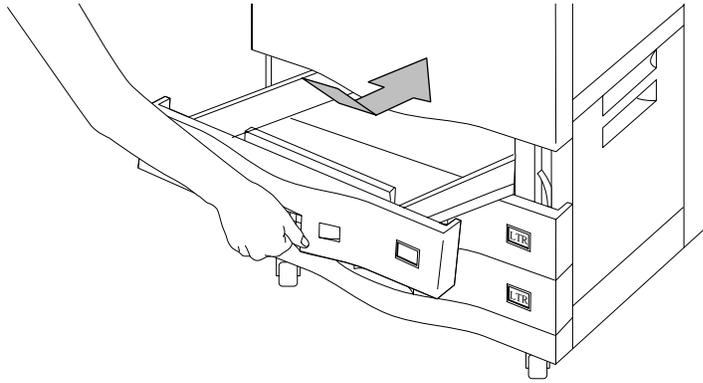

Figure 3-3 Installation d'un bac adaptable
3. Tirez le bac adaptable comme illustré à la Figure 3-3. Soulevez légèrement le bac pour qu'il sorte des guides papier situés de chaque côté de l'imprimante et enlevez-le comme s'il s'agissait d'un bac à papier standard.
4. Installez le bac adaptable comme illustré à la Figure 3-3. Abaissez légèrement le bac pour l'enclencher dans les guides papier situés de part et d'autre de l'imprimante, puis poussez-le dans la machine comme pour un bac standard.